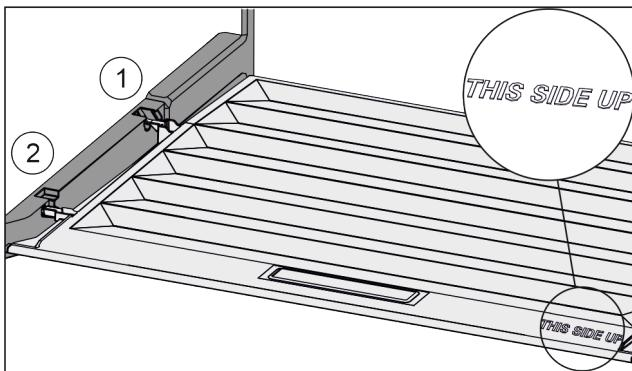

Fig. 151
- Вставить поперечные ребра крышки через отверстие заднего держателя Fig. 151 (1) и защелкнуть спереди в держателе Fig. 151 (2).